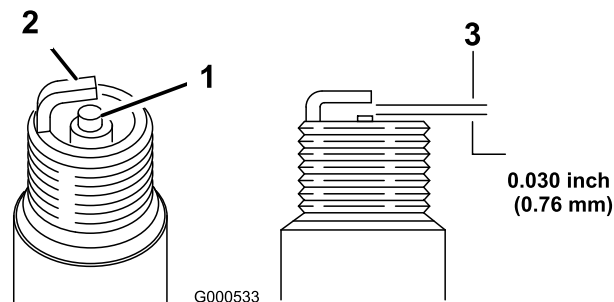

Figura 34
1. Inspeccione a vela de ignição (Figura 34).
2. Verifique a folga entre os eléctrodos central e lateral (Figura 34). Dobre o eléctrodo lateral, se a folga não for a correcta.